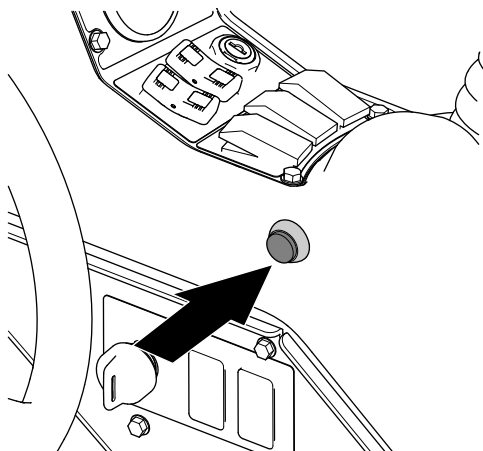

Figura 240
7. Premete l'interruttore della sezione principale sulla macchina portandolo in posizione di ACCENSIONE (Figura 240).